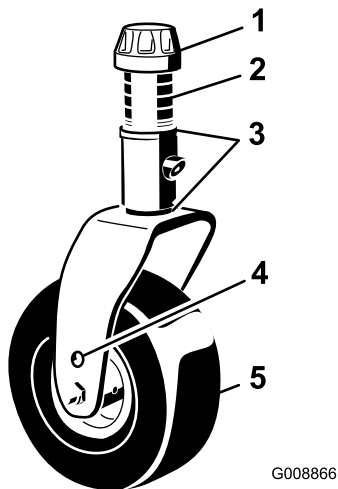
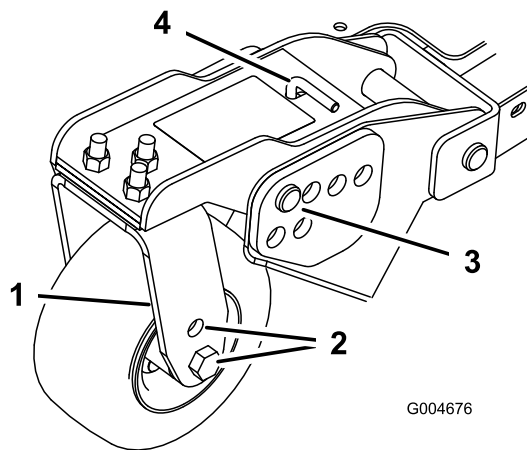
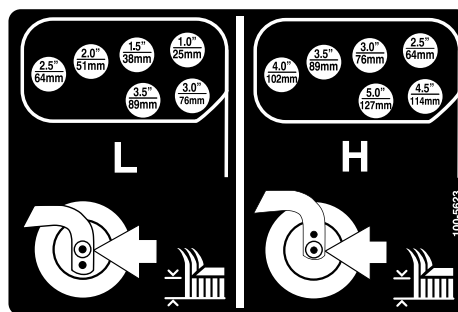

Bild 20
Bild 22
Bild 23
- Stecken Sie die Laufradachsen in allen Gabeln in die gleichen Löcher (Bild 20 und Bild 22). Siehe die nachstehende Tabelle, um das richtige Loch für die jeweilige Einstellung festzustellen.
- Entfernen Sie die Spannkappe von der Spindelwelle (Bild 20) und ziehen die Spindel aus dem Laufradarm heraus. Ziehen Sie zwei Beilagscheiben (3 mm) so auf die Spindelwelle, wie sie ursprünglich
- Entfernen Sie den Splint und den Lastösenbolzen von den Laufradgelenkarmen (Bild 22).
im Mähwerkrahmen ausgerichtet sind (Bild 22 und Bild 23).